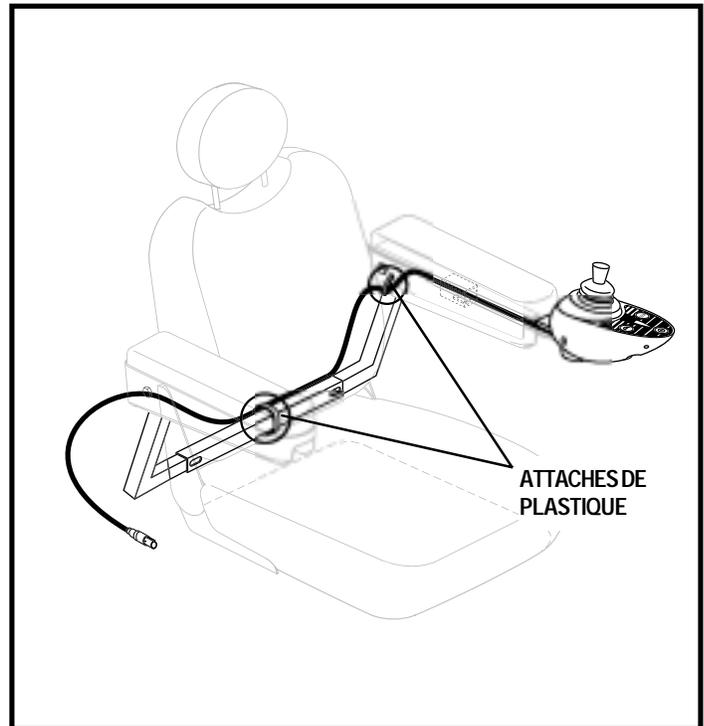

Figure 13. Contrôleur Remote Plus passé sur un siège de type Contour
8. Attachez le câble du contrôleur sous l'accoudoir avec des attaches de plastique. Voir la figure 13.